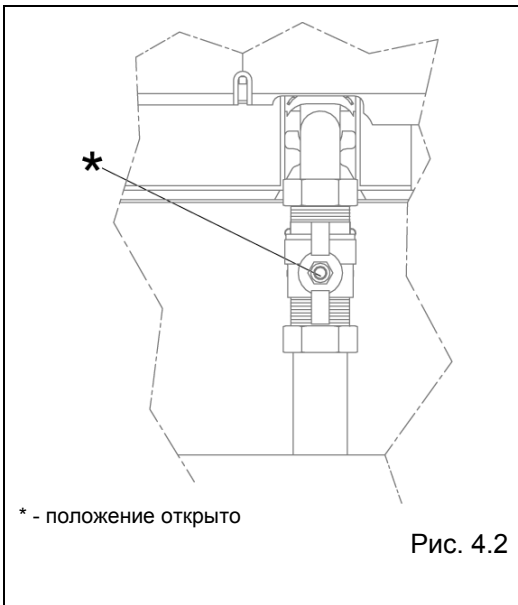

Рис. 4.2
- откройте вентиль газа, повернув против часовой стрелки ручку, которая находится под котлом, для того чтобы открыть подачу топлива (рис. 4.2)
Для того чтобы возобновить работу котла, переведите переключатель режимов работы в положение "OFF RESET" (рис. 4.5), подождите 5 – 6 секунд, после чего вновь переведите переключатель функций в нужное положение: «лето» или зима» (рис. 4.2).